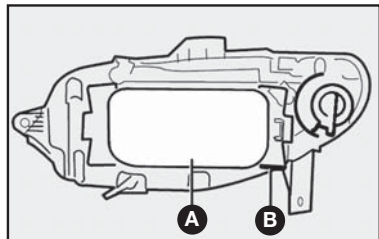
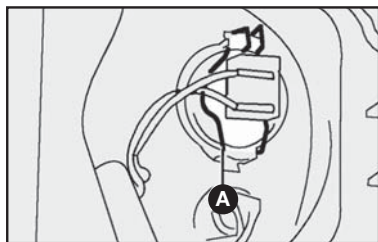

fig. 13
fig. 15
1) remover a tampa plástica A para ter acesso às lâmpadas deslocando a trava B-fig. 13.
3) retirar o porta-lâmpada pressionando as presilhas A-fig. 15 abrindo-as lateralmente.
6) reenganchar a presilha de fixação A-fig. 15 e reconectar a lâmpada, colocando por último a tampa plástica A-fig. 13.
- 1) remover a tampa plástica para ter acesso à lâmpada deslocando a trava **B-fig. 13**.